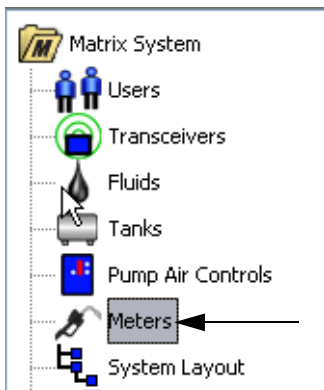

FIG. 85
1. Per visualizzare la schermata di configurazione principale Meters (Dosatori), selezionare **Meters** (Dosatori) dall'elenco sul pannello del sistema Matrix (FIG. 85).